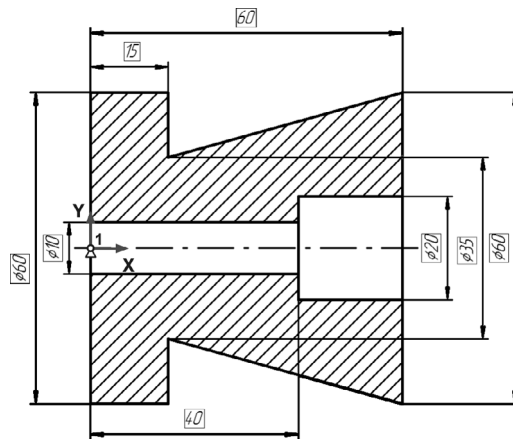

Рис. 66.19.
8. Измените значения размеров на чертеже (рис. 66.19) и задайте нужное положение размерных линий.